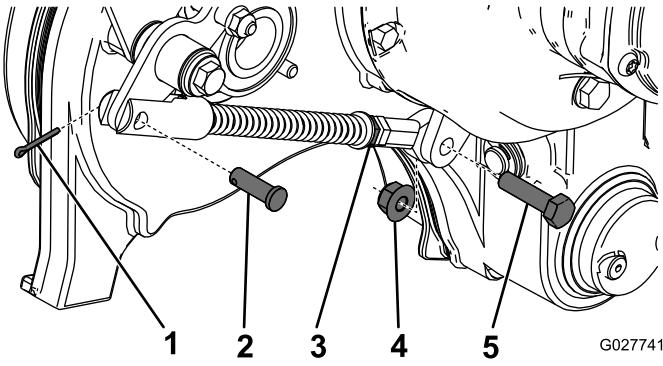

Figure 47
3. Retirez la goupille fendue, l'axe de chape, l'écrou et le boulon qui fixent la biellette de levier coudé à la machine (Figure 47).
5. Serrez l'écrou de blocage et montez la biellette de levier coudé à l'aide des fixations retirées précédemment (Figure 47).